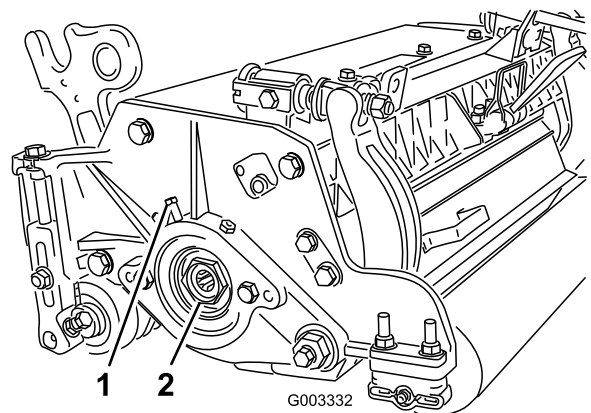

Figura 33
- A. Afloje el tornillo de fijación exterior que sujeta la tuerca de ajuste del cojinete al alojamiento del cojinete situado en el lado izquierdo de la unidad de corte (Figura 33).